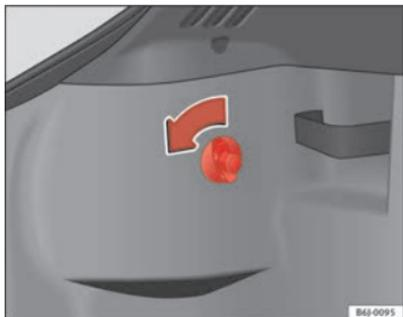

Abb. 147 Zugang zu den Rückleuchten
- Die Schraube von Hand oder mit einem Schraubendreher in Pfeilrichtung ⇒ Abb. 147 drehen.
- Nehmen Sie den Stecker aus der Aufnahme (A) heraus ⇒ Abb. 147.